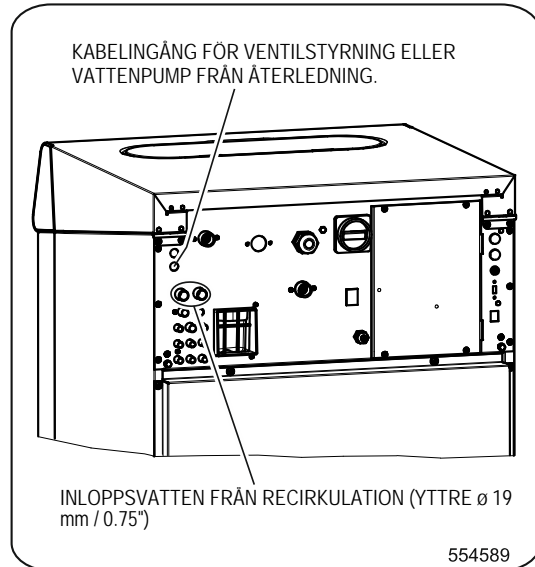

Fig. 20
- Borra av membran till vattenanslutning med med borrh  $\varnothing$  15mm / 0.59" från återvinning, fig. 20.
- Installera kabelgenomföring i hål fig. 20, trä kabel igenom denna kabelgenomföring.